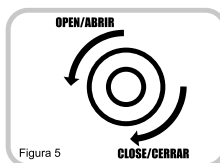

Figura 5
6. Gire en sentido antihorario para abrir el tapón de drenaje y drenar el agua de los tanques. No incline la unidad para drenar el agua. (Figura 5)